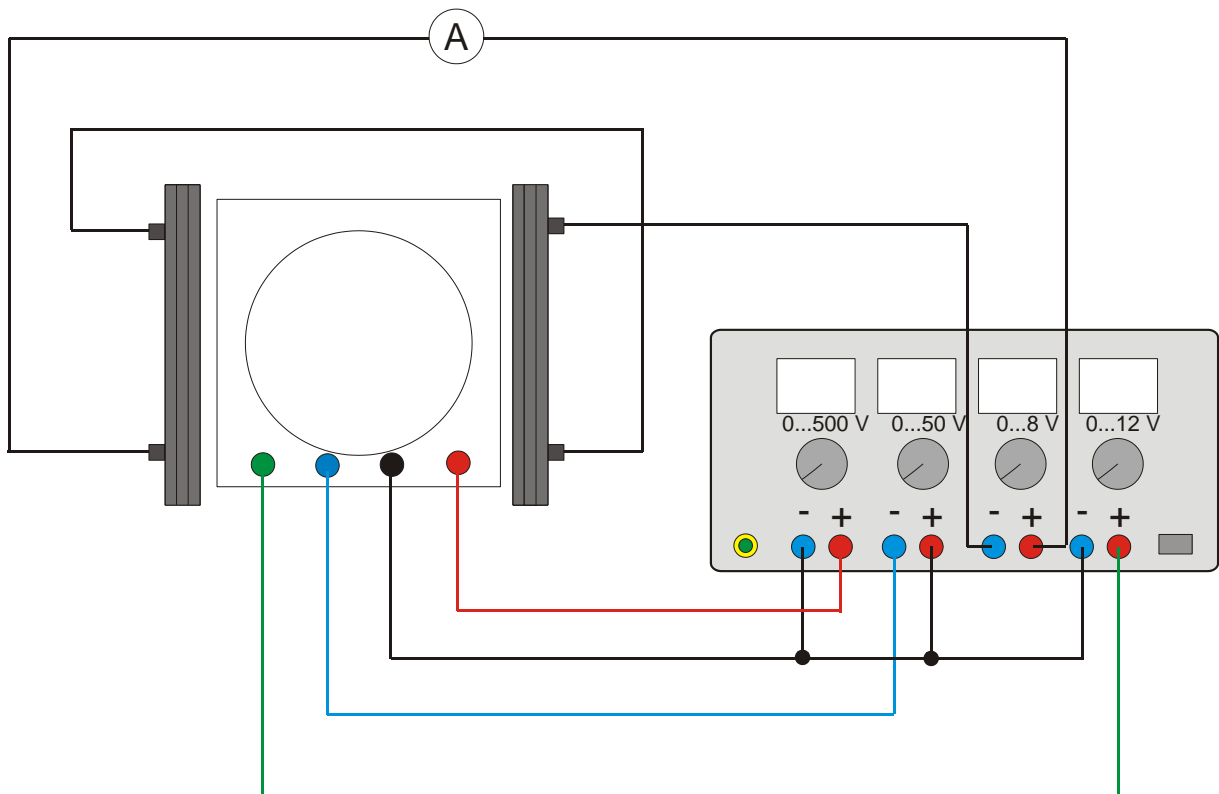

Fig. 4 Conexión del tubo de haz fino a la fuente de alimentación de CC 500 V
- Realice el cableado del tubo con la fig. 4.